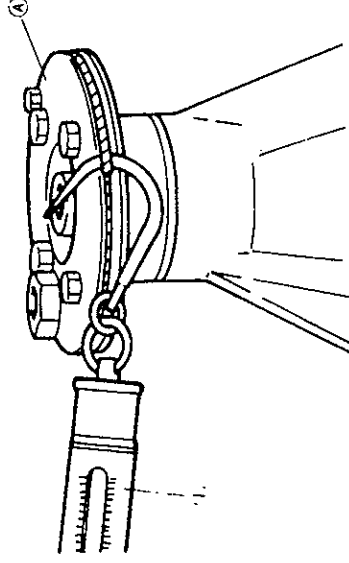

Fig. 16-23
Acople la polea especial (09922-75221), sobre la brida del piñón enrollando una cuerda sobre dicha polea, segun muestra la Fig. 16-23. Conecte un dinamómetro en el extremo de la cuerda y de un tiron progresivo, unida la resistencia que indica el dinamómetro, debiendo ser esta de 0,6 a 1,4 kg (equivalente a una torsión de 0,3 a 0,7 kgm., medida con llave dinamométrica).
Mantenga montada la polea (A) (O9922-75221) sobre la brida del piñón de ataque Fig. 16-23, para poder tomar lecturas con dinamómetro.
Por ejemplo, de acuerdo con el grafico, si la lectura de precarga de los rodamientos del piñón de ataque medida como se indica en la Fig. 16-23 es de 1,0 Kg, la precarga total debiera ser de 1,12 - 1,28 Kg., que es la suma de la precarga de rodamientos laterales. Si la precarga total esta por debajo de lo indicado en el grafico, habra que ir apretando progresivamente las dos tuercas de ajuste lateral, haciendo sucesivas mediciones hasta conseguir el valor indicado en el grafico.